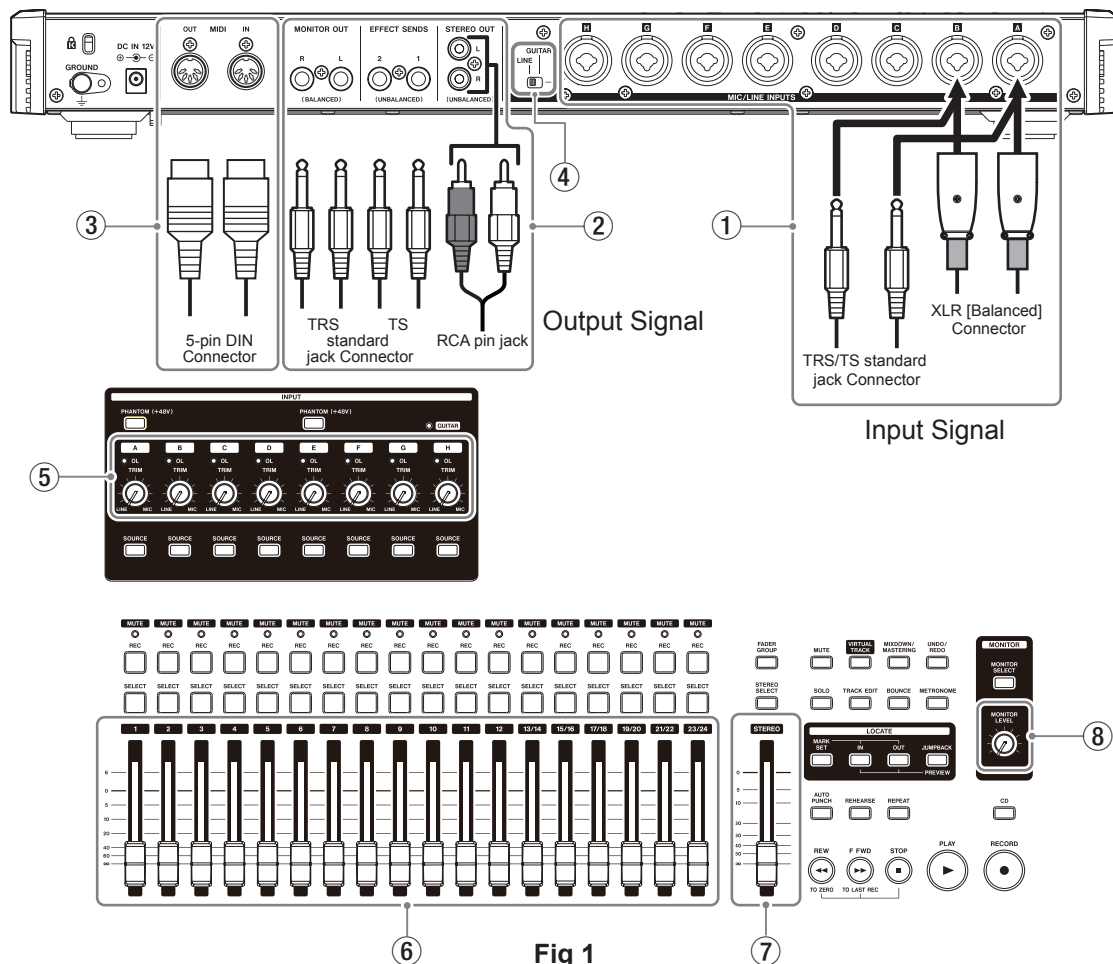

Fig 1
- **LINE-GUITAR** switch : LINE (Fig. 1-④)
- **A-H INPUT TRIM** KNOBS : maximum position (MIC) (Fig. 1-⑤)
- **TRACK FADERS** : minimum position (Fig. 1-⑥)
- **STEREO FADER** : minimum position (Fig. 1-⑦)
- **MONITOR LEVEL** KNOB : minimum position (Fig. 1-⑧)
- **LINE-GUITAR**スイッチ : LINE側 (Fig1-④)
- **INPUT TRIM**ノブ [A]-[H] : 最大位置 (MIC側) (Fig1-⑤)
- **TRACK FADER**ノブ : 最小位置 (Fig1-⑥)
- **STEREO FADER**ノブ : 最小位置 (Fig1-⑦)
- **MONITOR LEVEL**ノブ : 最小位置 (Fig1-⑧)
- **LINE-GUITAR** switch: LINE (Fig. 1-④)
- Connect XLR (BALANCED) cords to the **MIC/LINE INPUTS A-B** jacks (Fig. 1-①).
- Connect RCA cords to the **STEREO OUT** L/R jacks (Fig. 1-②).
- **LINE-GUITAR** スイッチ : **LINE** 側 (Fig1-④)
- **MIC/LINE INPUTS** 端子 **A-B**ch に XLR (BALANCED) 端子コードを接続する。(Fig1-①)
- **STEREO OUT** L/R 端子に、RCAコードを接続する。(Fig1-②)